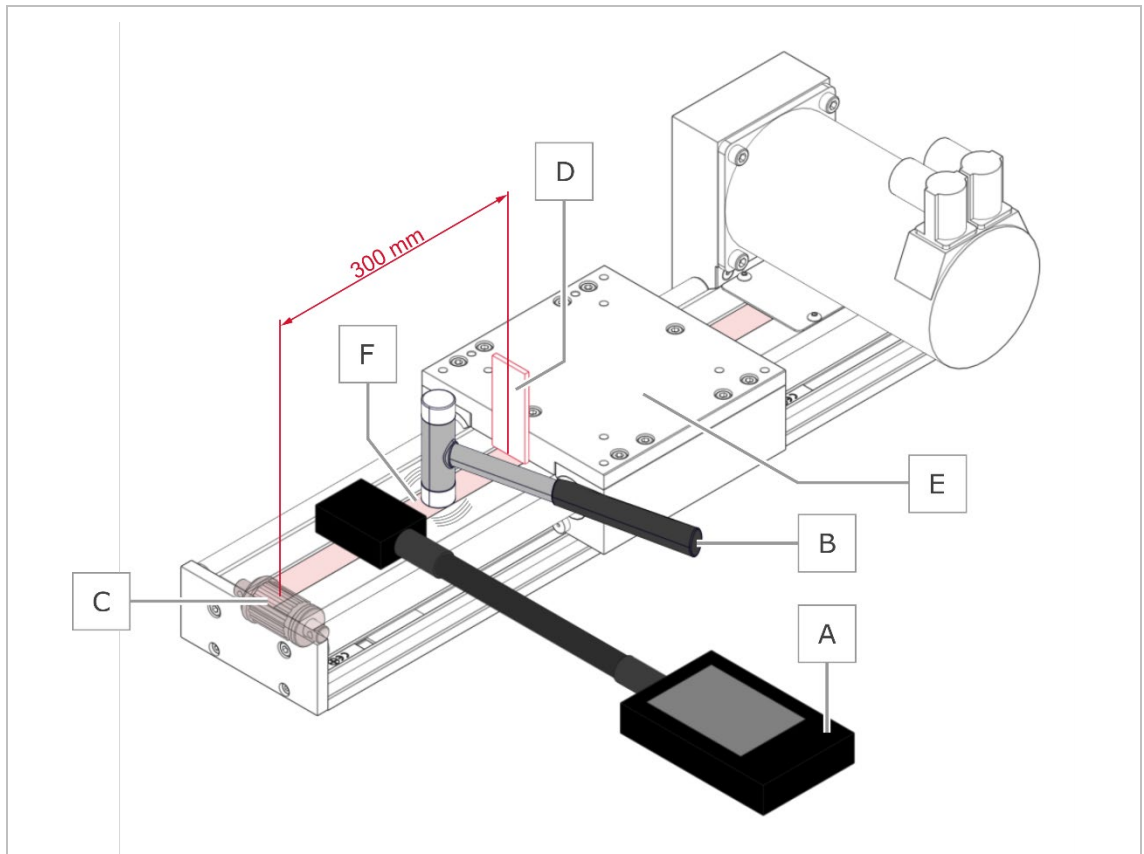

Abbildung 4 Messung am Modul 105 durchführen
- (1) Montieren Sie den neuen Riemen.
- (2) Bewegen Sie den Schlitten von Hand mindestens zehnmahl hin und her (drücken Sie dabei den Riemen von Hand mehrmals nach unten).
- (3) Führen Sie die Messung mit eingelegtem Messwinkel [D] (siehe auch Abbildung 21, Seite 21) durch (siehe Abbildung 4).